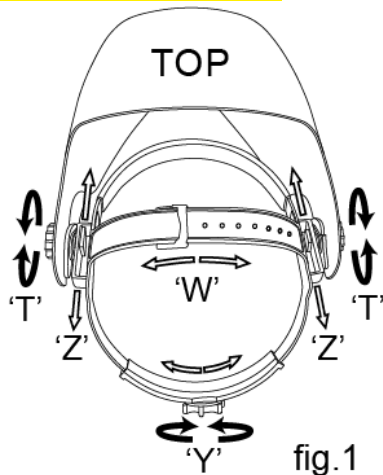

fig.1
Celkový obvod hlavového kříže může být zmenšen nebo zvětšen otáčením kolečka na zadní straně oblouku. (Viz.nastavení "Y" na fig.1). To může být provedeno i při používání kukly a umožňuje nastavit napětí tak, aby kukla seděla pevně na hlavě, aniž by byla příliš těsná.
- Je-li horní oblouk příliš vysoko nebo příliš nízko nad temenem hlavy, upravte nastavení popruhu, který prochází přes horní části hlavy. (Viz.nastavení "W" na fig.1).
Krok 1: Povolte matice (viz. "T" na fig.1.) Nastavte vzdálenost mezi kuklou a vaším obličejem ve spodní poloze.
Krok 2: Povolte matice na obou stranách kukly a posuňte je blíže nebo dále od obličeje. (Viz.nastavení "Z" na fig.1). Je důležité, aby vaše oči byly vždy ve stejné vzdálenosti od filtru. Jinak ztmavení může vypadat jako nestejněměrné.